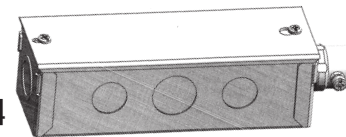

Fig. 4
1. If provided separately, install junction box (figure 4) onto power conduit using appropriate conduit adaptor.
1. Lorsque fournie séparément, fixer la boîte de dérivation (figure 4) au conduit d'énergie à l'aide de l'adaptateur approprié.